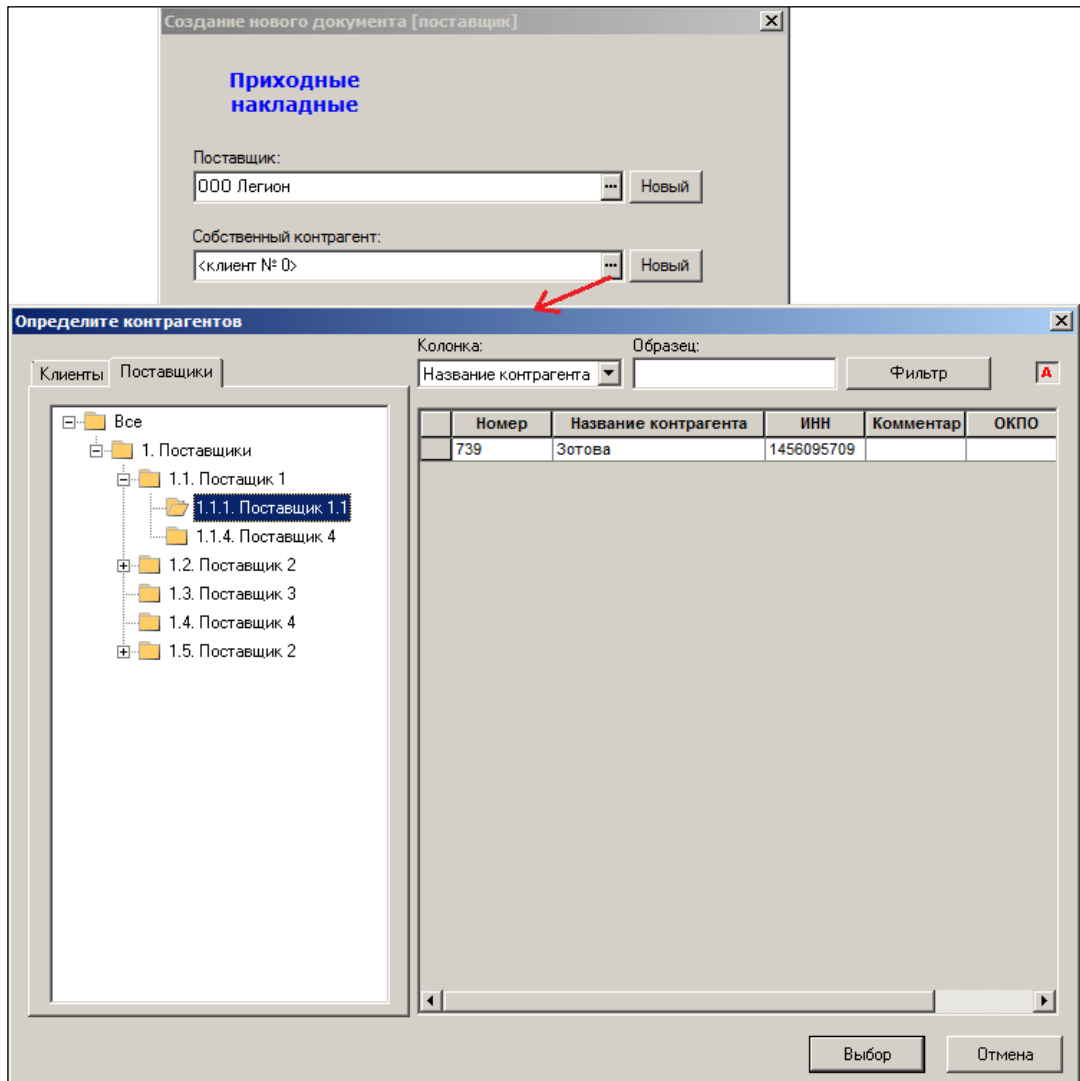
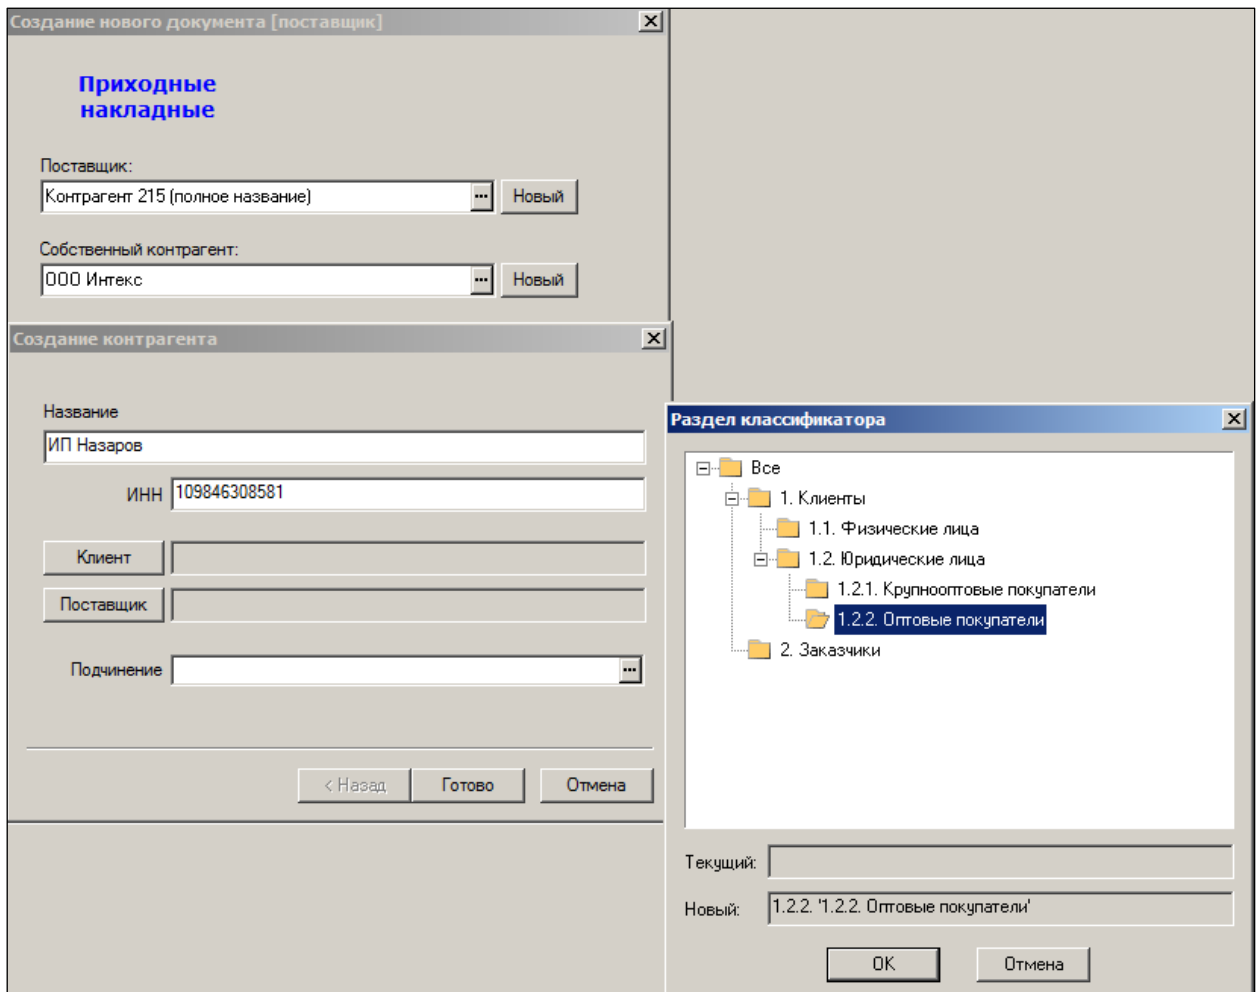

Рисунок 9 – Создание приходной накладной (3-а)
Рисунок 10 – Создание приходной накладной (3-б)
4. Заполнить поля **Поставщик** и **Собственный контрагент**. Значения выбираются из классификатора при нажатии кнопки **...** (Рисунок 9), либо создаются новые значения по кнопке **Новый** (Рисунок 10).
При установленных флагах **Запоминать внешнего контрагента** и **Запоминать собственного контрагента** при создании новой накладной значения данных полей будут значениями по умолчанию (см. Рисунок 9).